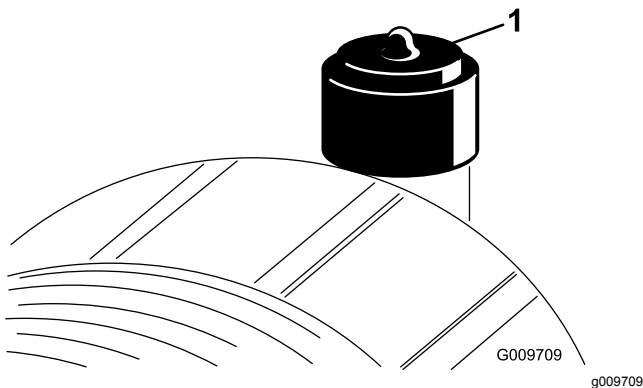

Bild 80
Warten Sie den Luftfilter nur, wenn die Wartungsanzeige dies angibt (Bild 80). Das frühzeitige Auswechseln des Luftfilters erhöht die Gefahr, dass Schmutz in den Motor gelangt, wenn Sie den Filter entfernen.
2. Stellen Sie die Anzeige (Bild 80) zurück, wenn sie auf Rot steht.